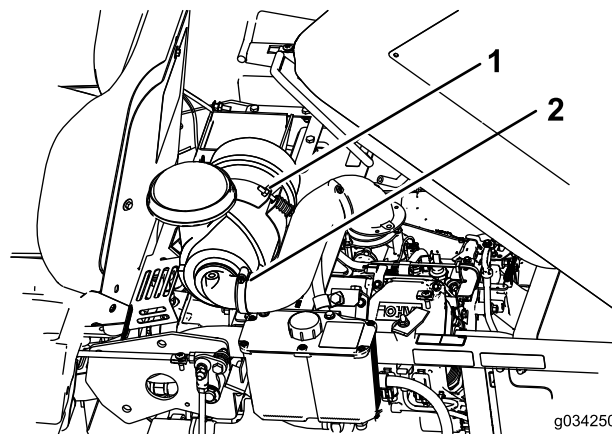

Figura 29
4. Afloje el perno que sujeta el limpiador de aire (Figura 29).
5. Afloje la abrazadera que sujeta la manguera y retire el limpiador de aire (Figura 29).